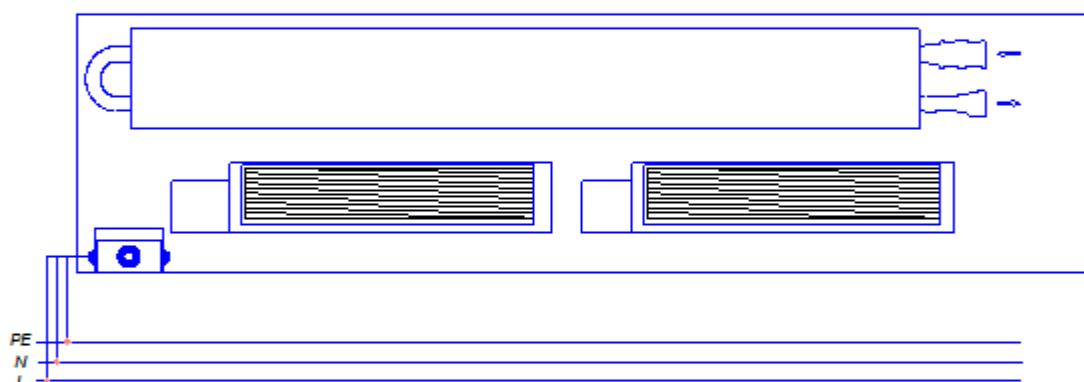

Рис. 2.
- электрические соединения производить согласно функциональной схеме показанной на рис. 2.